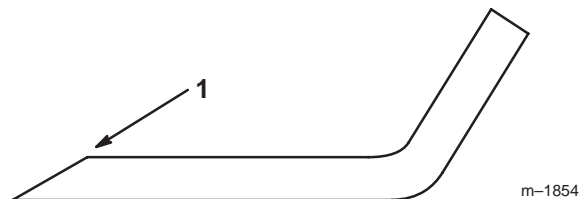

Figure 32
- Au moyen d'une lime, aiguisiez les tranchants aux deux extrémités de la lame (Fig. 32) en veillant à conserver l'angle de coupe d'origine. Limez la même quantité de métal sur chacun des deux tranchants pour ne pas déséquilibrer la lame.